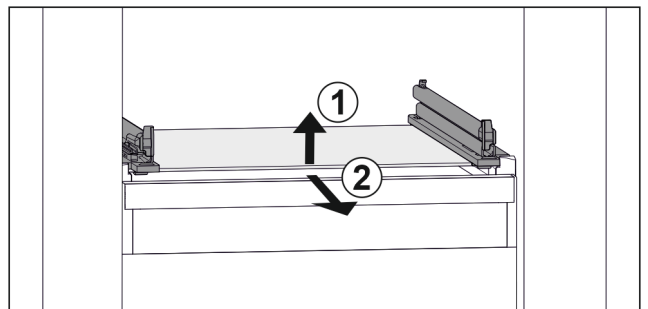

Fig. 53 Exemple de représentation de la tablette en verre
- ▶ Soulever la tablette en verre par l'avant. Fig. 53 (1)
- ▶ Retirer la tablette en verre par l'avant. Fig. 53 (2)